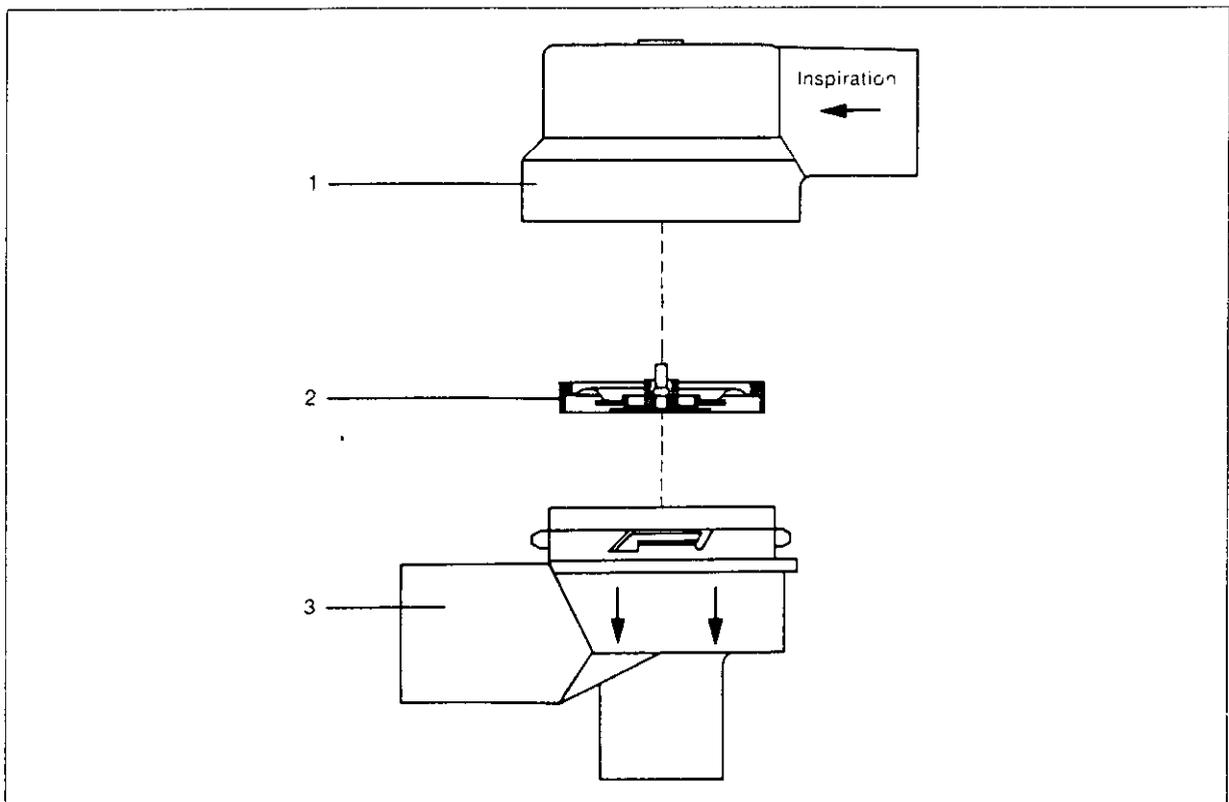

Abb. 10 Beatmungsventil-Einzelteile
- Beatmungsventil nach Abb. 10 zusammenstellen. Dabei auf richtige Lage der kompletten Membran achten, insbesondere prüfen, ob rotes Rückschlagventil **vorhanden und nicht verformt ist**. Deckel mit Ventilgehäuse verschrauben (Drehung um 45° im Uhrzeigersinn).